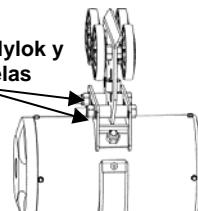

Figura 2.14
- Paso 4. Instale dos (2) tuercas Nylok de M16 x 2.0 y arandelas planas M16 en los pernos de montaje. (Ver Figura 2.14)